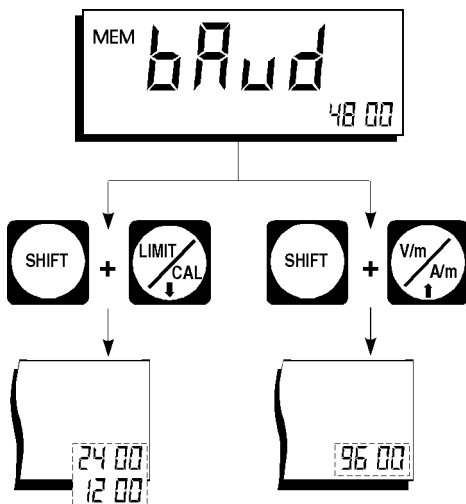

Bild 4-29 Baudrate verändern (ausgehend von 4 800 Baud)
- Drücken Sie die Taste **SHIFT** +  $\downarrow$  ( $\uparrow$ ). Die nächst niedrigere (höhere) Baudrate erscheint in der kleinen Anzeige (Bild 4-29). Durch weiteres Drücken der Taste **SHIFT** +  $\downarrow$  ( $\uparrow$ ) lassen sich alle verfügbaren Baudraten aktivieren.